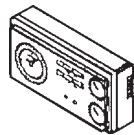

Fig. 4.2
- regolare il termostato ambiente alla temperatura desiderata (~ 20°C) oppure se l'impianto è dotato di programmatore orario o termoregolazione verificare che sia "attivo" e regolato (~ 20°C) (fig. 4.2)